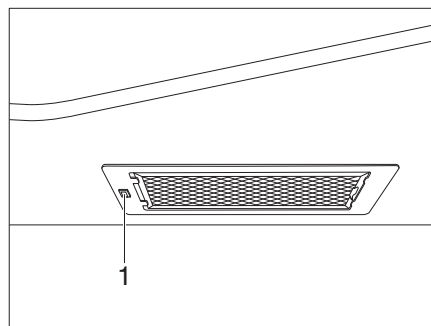

Fig. 346 Campana
- Conectar y desconectar la campana con el interruptor (Fig. 346,1).